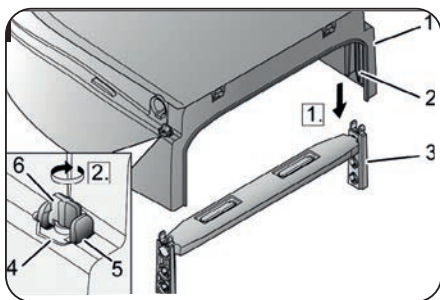

Abb. 7
1. Setzen Sie den Korpus (1, Abb. 7) der Toilettensitzerhöhung so auf das Toilettens Becken, dass die Höhenstützen (3, Abb. 7) in die Führungen (2, Abb. 7) am Korpus gleiten.
2. Drücken Sie den Korpus nach unten, bis die Höhenstützen einrasten. Sie müssen anschließend die grauen Rastnasen (5, Abb. 7) in der Öffnung (4, Abb. 7) am Korpus sehen können.
3. Drehen Sie die rote Verriegelung (6, Abb. 7) um 90°. Die Rastnasen werden dadurch gesichert. Drehen Sie dabei die linke Verriegelung im Uhrzeigersinn und die rechte Verriegelung entgegen dem Uhrzeigersinn.